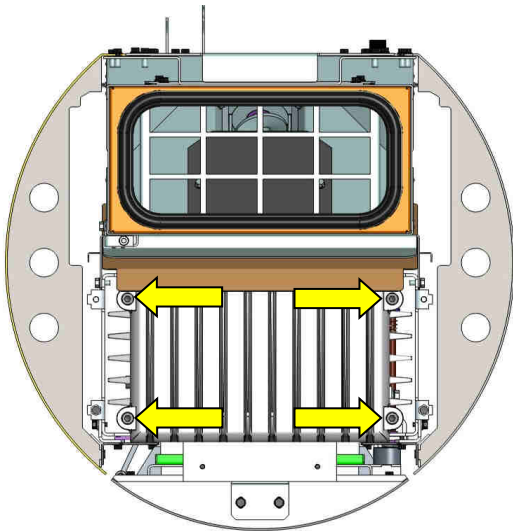

Fig. 55 : démontage du couvercle en fonte soleo.nrg
2. Dévisser les quatre vis de fixation du couvercle en fonte et retirer le couvercle vers le haut (Fig. 55).